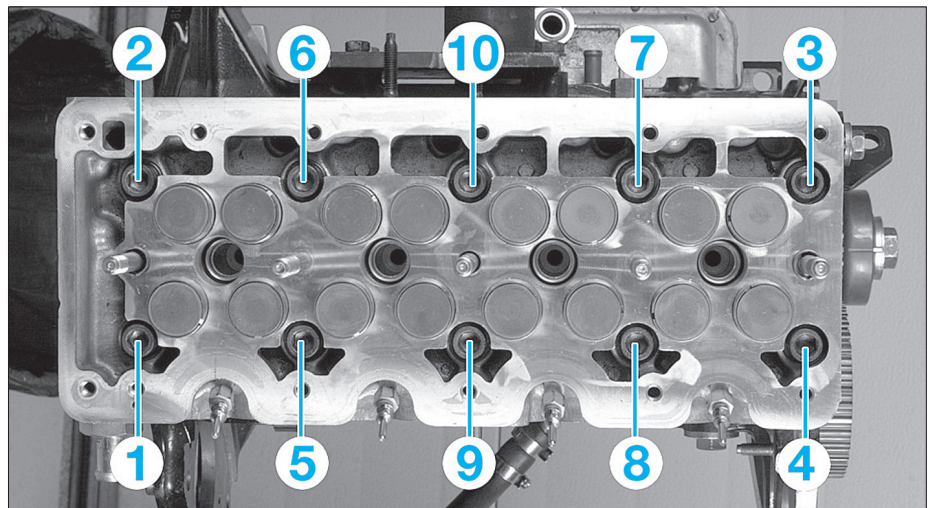

FIG. 30
- Desserrer les 10 vis de culasse, une première fois de 180° et une deuxième fois de 360° suivant l'ordre de desserrage (fig. 30).